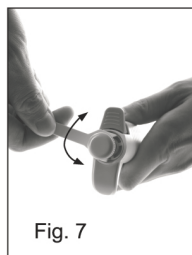

Fig. 7
1. Coloque la herramienta de calibración en los agujeros de bloqueo destinados al ajuste de la calibración (bajo el pulsador de pipeteado) (Fig.7).